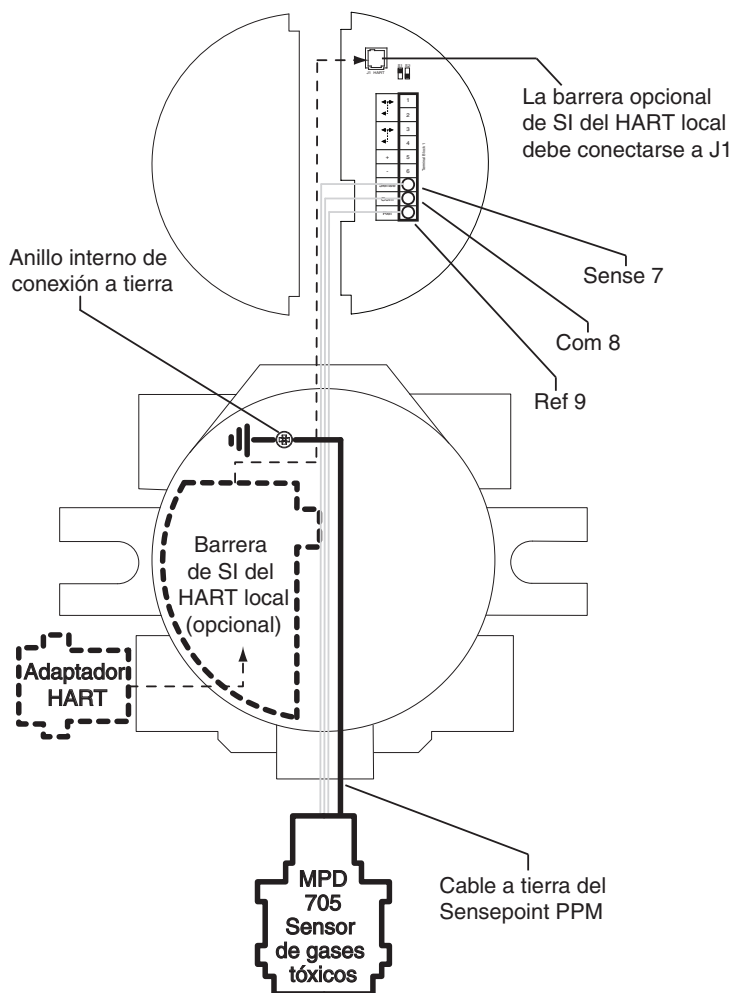
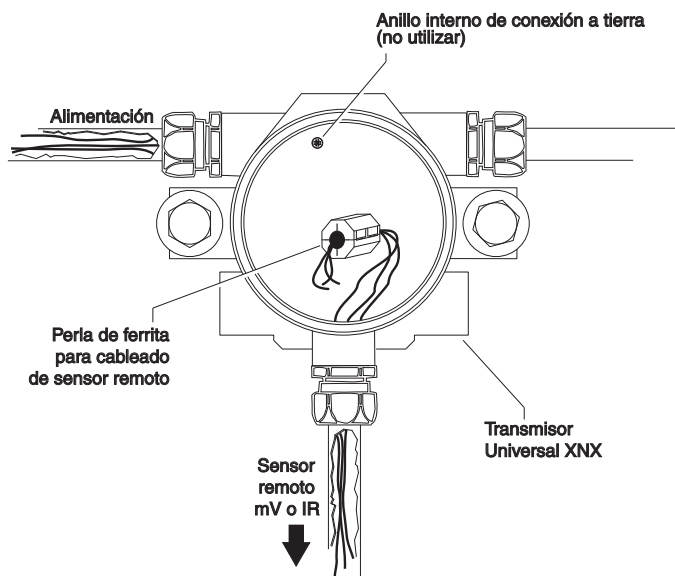

Figura 14. Cableado de personalidad de mV
Figura 16. Cableado de la perla de ferrita
10. En el transmisor, pase los cables a través de la perla de ferrita tal como se indica en la figura 16 y termine el cableado en el bloque de terminales enchufable tal como se indica en la figura 14.
En las configuraciones del MPD de montaje remoto, los tres cables del sensor que conectan con el bloque de terminales enchufable deben pasarse a través de la perla de ferrita suministrada (n.º de referencia 0060-1051, suministrada con el kit de accesorios), tal como se indica en la figura 16.